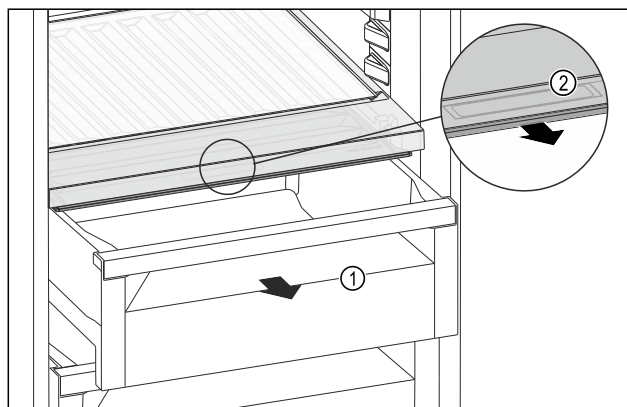

Fig. 262
- ▶ Wyciągnąć szufladę Fig. 262 (1).
- ▶ Chwycić uchwyt wpuszczany Fig. 262 (2) na pokrywie komory i pociągnąć pokrywę jednocześnie do przodu.